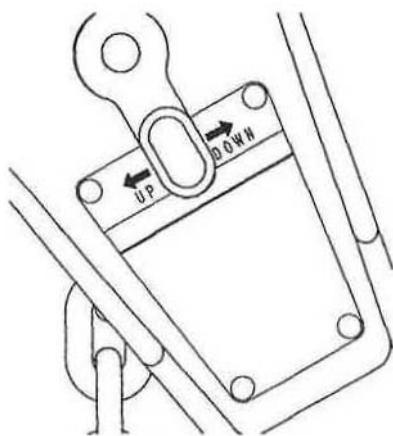

Рис. 4
3. Установите рычаг реверса на рукоятке в нейтральное положение (Рис. 4) так, чтобы цепь ходила свободно.
4. Установите рычаг реверса в верхнее положение (Рис. 4). Приведите в движение
5. Ослабьте или опустите груз, установите рычаг реверса на рукоятке в нижнее положение (Рис. 4) и приведите в движение рукоятку.